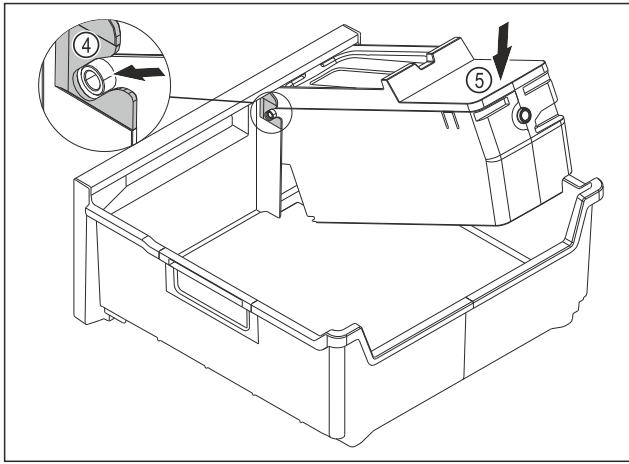

Fig. 91
- ▶ Montáž korpusu EasyTwist-Ice: Osy korpusu EasyTwist-Ice zasuňte do vedení Fig. 91 (4).
- ▶ Stlačte korpus EasyTwist-Ice Fig. 91 (5) vzadu dolů.